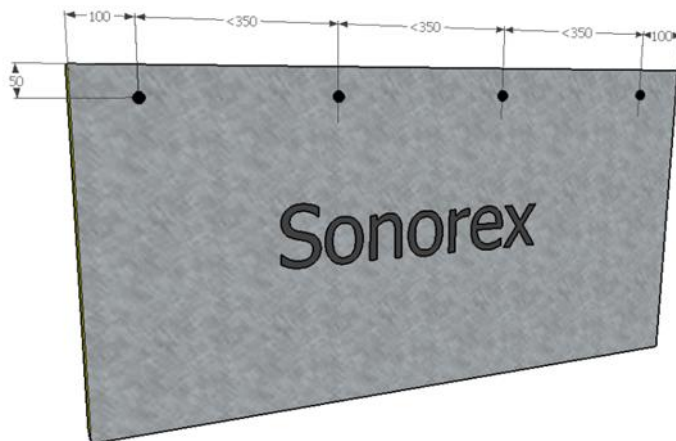
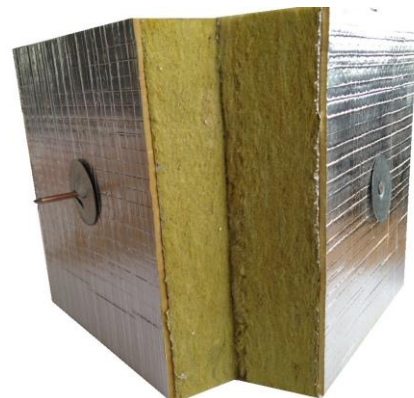

Abbildung 1, Platzierung der Sonorex® Schrauben und/oder Sicherungsstifte
Abbildung 2, Sicherungsstift und Platte
10. Die Sonorex® Easy Mass-Folie ist selbstklebend. Wir empfehlen jedoch, die Folie zu sichern, um die Qualität der Schallabschottungen über längere Zeit zu gewährleisten. Die Sonorex® Schrauben und/oder Sicherungsstifte für die Befestigung der Massenfolie haben keinen negativen Einfluss auf die Schalldämmung der betreffenden Sonorex® Schallabschottung. Für die Platzierung und Abstände der Sonorex® Schrauben und/oder Sicherungsstifte siehe Abbildung 1. Der Sicherungsstift muss komplett durch die Abschottung geführt und auf der anderen Seite mit einer Sicherungsplatte befestigt werden. Siehe Abbildung 2.